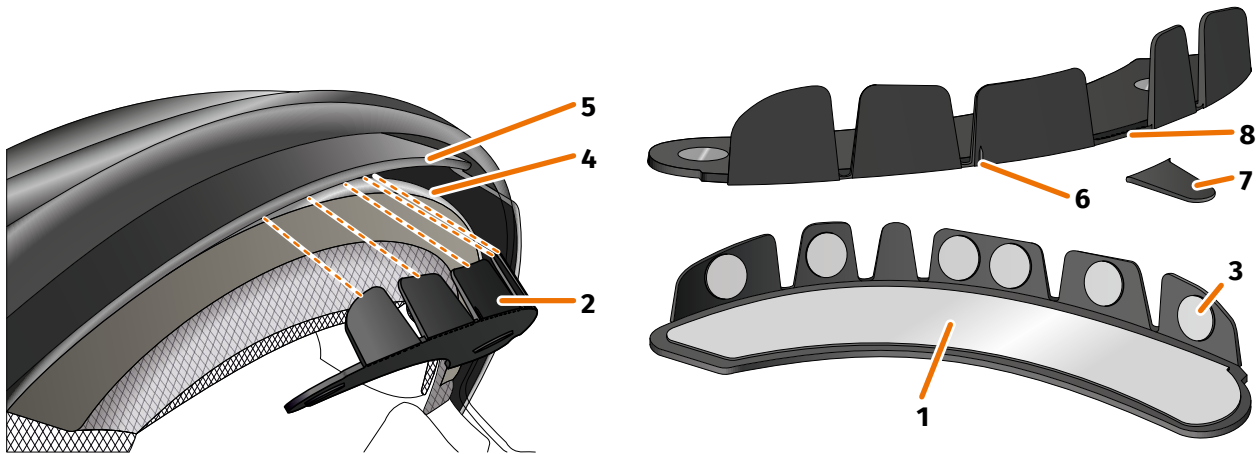

ABBILDUNG 9 // Helmadapter mit Laschen einkleben
2. Klebe das große Klebepad (ABBILDUNG 9/1) auf die Seite des Helmadapters (ABBILDUNG 9/2) auf, auf der die Magnete zu sehen sind.
3. Trage die kleinen Klebepads (ABBILDUNG 9/3) auf die Innenseiten der Laschen auf.
4. Platziere den Helmadapter (ABBILDUNG 9/2) im Stirnbereich des Helms zwischen Innenschale (ABBILDUNG 9/4) und Sonnenblende (ABBILDUNG 9/5). Vorn am Helmadapter befindet sich eine Markierung (ABBILDUNG 9/6), die sich auf einer gedachten Linie zwischen der Mitte des Helms und der Mitte deines Gesichts befinden sollte. Achte darauf, dass der Helmadapter nicht mit der Sonnenblende kollidiert.
Wenn du feststellst, dass einzelne Laschen mit dem Material des Helms kollidieren, kannst du bis zu drei Laschen einfach wegbrechen (ABBILDUNG 9/7, beispielhaft). Der Helmadapter ist an der Unterkante der Laschen perforiert (ABBILDUNG 9/8), um das Wegbrechen zu erleichtern.